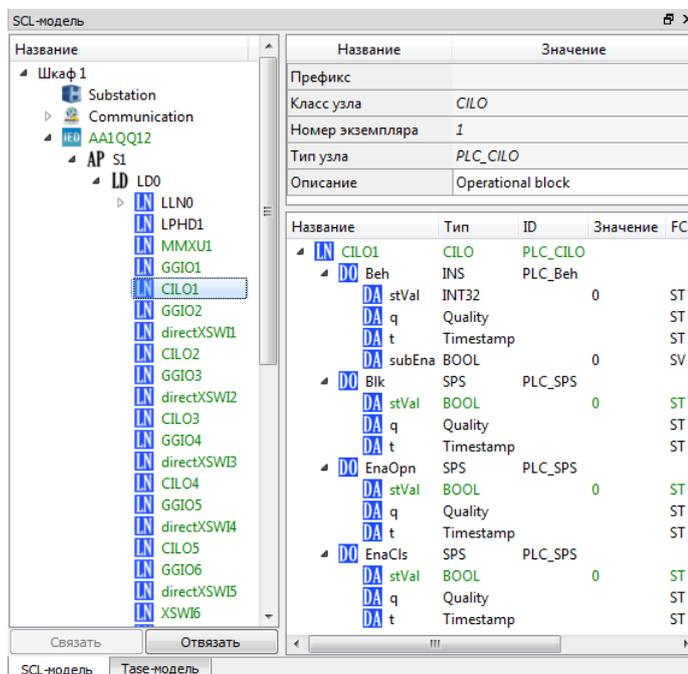

Рис. 2.31.21 Свойства и содержимое логического узла CULO1
В окне свойств сверху отображаются свойства логического узла. Снизу отображается его содержимое – объекты данных (DO) и их атрибуты (DA). На Рис. 2.31.21 видно, что атрибуты нескольких DO привязаны к сигналам объектной модели.